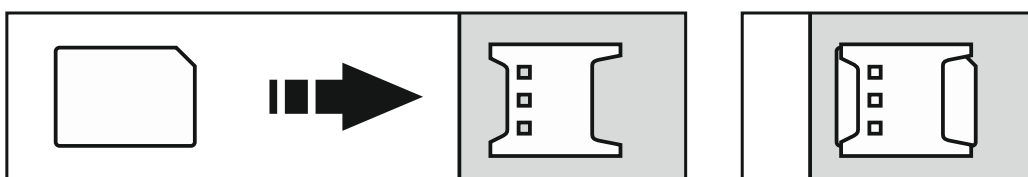

Fig. 6. Installeren van de Nano simkaart.
2. Plaats de simkaart(en) in de houder(s) (Fig. 6).